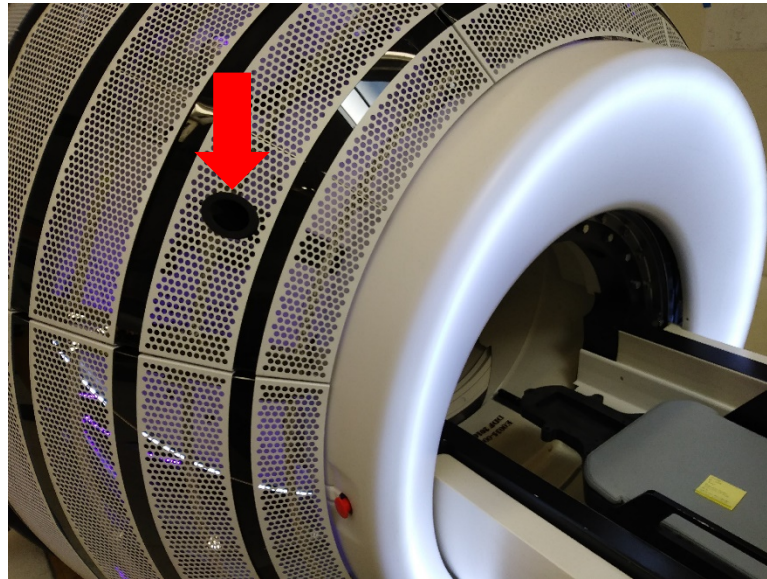

Abbildung 3-18 Kabeleinführungsöffnung in das Zap-X-System.
7. Führen Sie die Ionenkammer vorsichtig durch die Kabelzugangsöffnung bei der Tür in das Gerät ein, wobei darauf zu achten ist, dass genügend Kabel für einen ordnungsgemäßen Betrieb vorhanden ist (siehe Abbildung 3-18).
5. Führen Sie die erforderlichen Kabel vorsichtig durch die entsprechenden Kabeldurchführungen des Systems (siehe Abbildung 3-18).